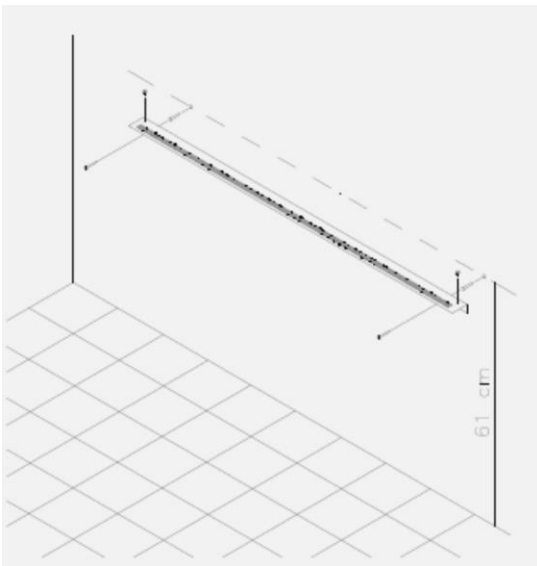

Рис.1
3. Закрепите фиксирующую планку на стене, просверлив отверстия для крепежа на расстоянии 61 см от пола (Рис.1).